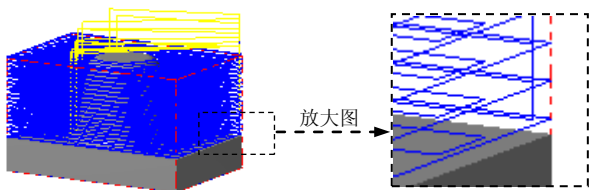

图 5.6.7 工件加工刀路
认设置，单击“曲面粗车-挖槽”对话框中的按钮，同时在图形区生成图 5.6.7 所示的刀路轨迹。
(1) 在“操作管理”中单击刀路 - 111.8K - ROUGH_POCKET.NC - 程序号 0 节点，系统弹出“刀路模拟”对话框及“刀路模拟控制”操控板。
(2) 在“刀路模拟控制”操控板中单击按钮，系统将开始对刀具路径进行模拟，结果与图 5.6.7 所示的刀具路径相同，在“刀路模拟”对话框中单击按钮。